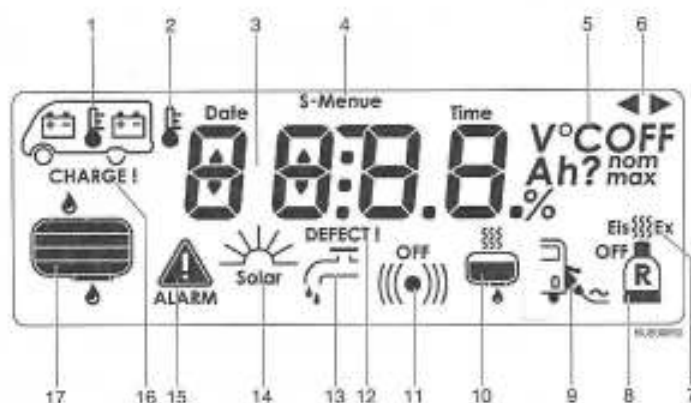

Fig. 115 Représentation des symboles dans l'affichage ACL
- Dégivreur (Fig. 115,7) enclenché ou déclenché (Option).
- Dispositif de commutation pour deux bouteilles de gaz (Fig. 115,8) (option) : Le symbole des bouteilles de gaz apparaît lorsque l'une des deux bouteilles est vide. Si la deuxième bouteille de gaz est également vide, le symbole clignote et ("ALARM") (Fig. 115,15) apparaît sur le menu de base.
- Contrôle du réseau (Fig. 115,9) : Le symbole apparaît si le véhicule est raccordé à une alimentation 230 V.
- Chauffage réservoir d'eaux usées (Fig. 115,10) (option) : Le symbole apparaît si le chauffage du réservoir d'eaux usées est allumé.
- Pompe à eau (Fig. 115,13) : Le symbole apparaît si la pompe à eau est activée.
Le menu de base apparaît et les symboles (Fig. 115, 1, 15 et 16) clignotent dès que la tension de la batterie de cellule descend en dessous de 12 V (mesurée en marche) et qu'il y a risque de décharge profonde de la batterie. De plus, l'indication de la tension clignote dans le menu batterie.
Le menu de base apparaît et le symbole (Fig. 115,1) clignote. De plus, l'indication Ah ainsi que la requête "CHARGE!" s'affichent dans le menu batterie.
Le menu de base apparaît et le symbole (Fig. 115,1) clignote. De plus, l'indication "DEFECT!" s'affiche dans le menu batterie.